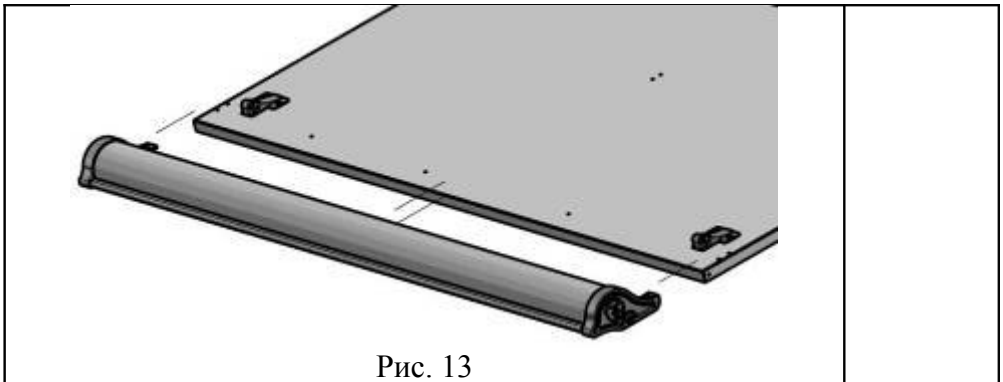

Рис. 13
4.5.3. Сборку по п. 4.5.2. установить на столешницу (поз. 5 упаковочное место 1) и закрепить саморезами с прессшайбой (поз. 2 пакет №3). (См. рис. 13)
Рис. 13а